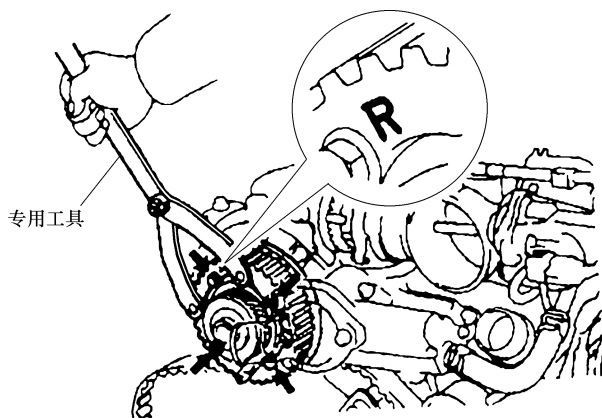

图 24-32 安装右凸轮轴正时带轮
5) 安装右凸轮轴正时带轮。将右凸轮轴正时管定位销与右凸轮轴正时带轮定位销槽口对准，并把右凸轮轴正时带轮安装到右凸轮轴正时管上，使“R”标记朝外（图 24-32）。